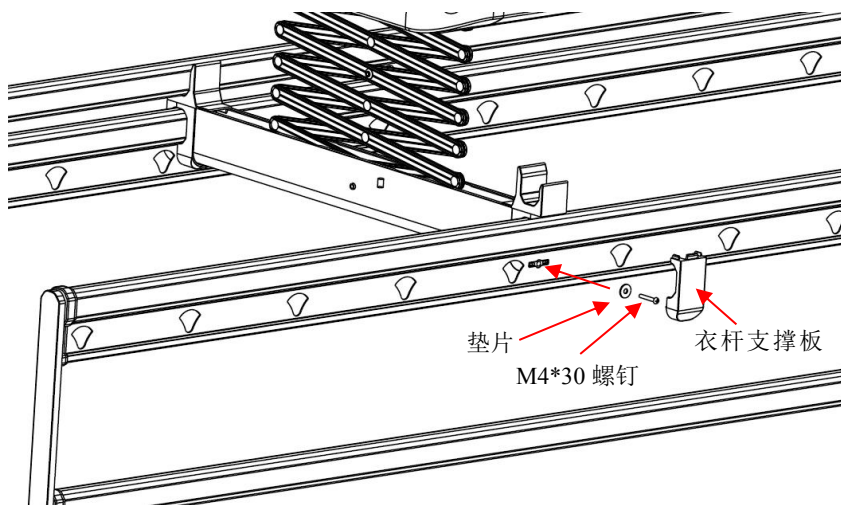

图 11
- b. 按遥控器的下降键，使剪刀架下降到适合的位置；托起衣杆，用 M4*20mm 的螺丝，将衣杆与衣杆支撑板固定在一起，并盖上衣杆支撑板封盖，如图 11 所示。同理，将另一端衣杆组件装入衣杆。